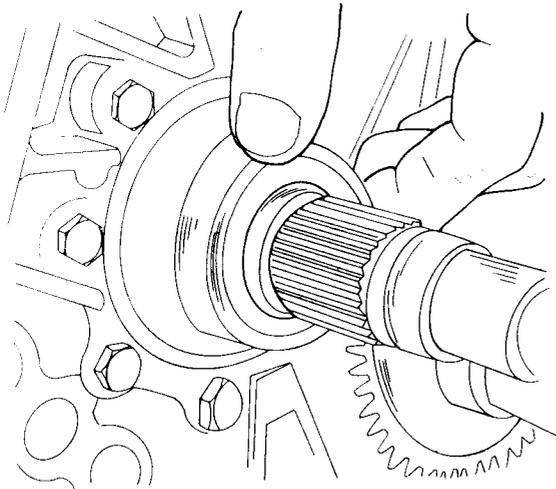

Bild 124
- An der Vorderseite die Lagerhälfte auf die Welle und in das Lagerschild einsetzen (Bild 124) und fest andrücken.